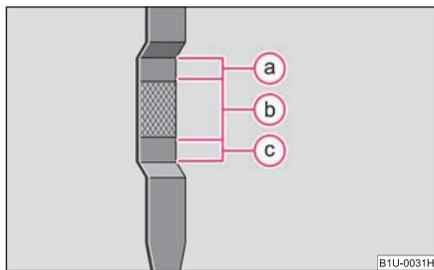

Fig. 152 Jauge d'huile
- Dévissez le bouchon de l'orifice de versement d'huile moteur ② ⇒ fig. 152.